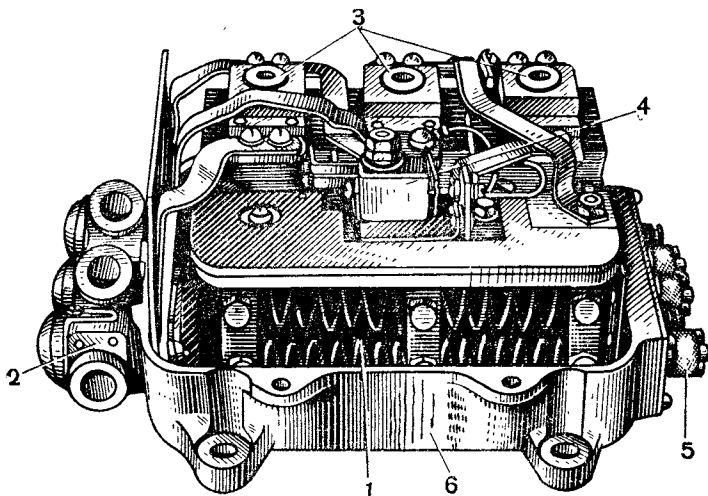

Рис. 227. Пуско-переключающее устройство ППУ-2 со снятой крышкой:
**Пуско-переключающее устройство** (рис. 227) предназначено для пуска электропривода и переключения его цепей для работы на разных режимах. Основными частями ППУ-2 являются три реле *3*,